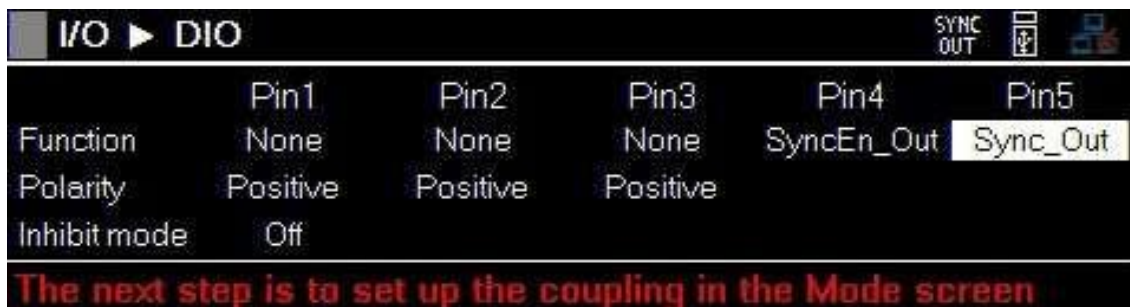

Figure 10.10 Sortie synchronisation
- Une fois que vous avez configuré les modules esclaves principaux, vous pouvez configurer la Broche 5 du module principal maître sur Sortie Synchronisation comme le montre la **figure 10.10**.